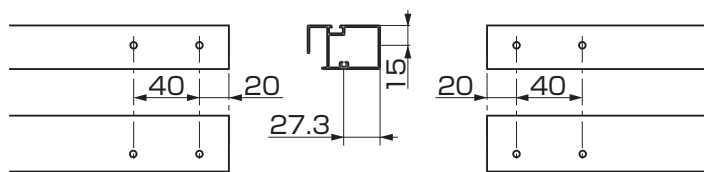
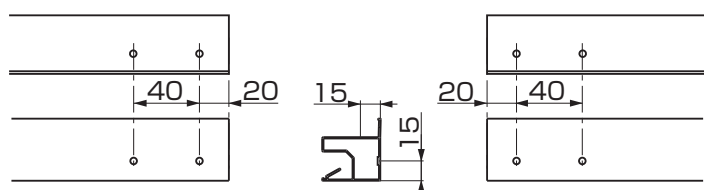
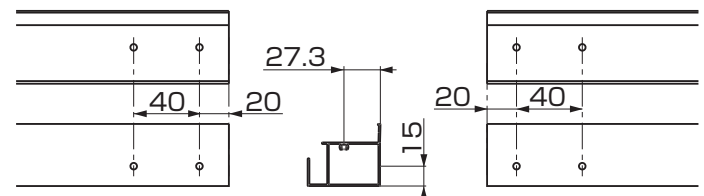

図3-1 上棧
図3-2 中棧
図3-3 下棧
①上棧・下棧・中棧に、孔加工をしてください。（図3-1、図3-2、図3-3参照）